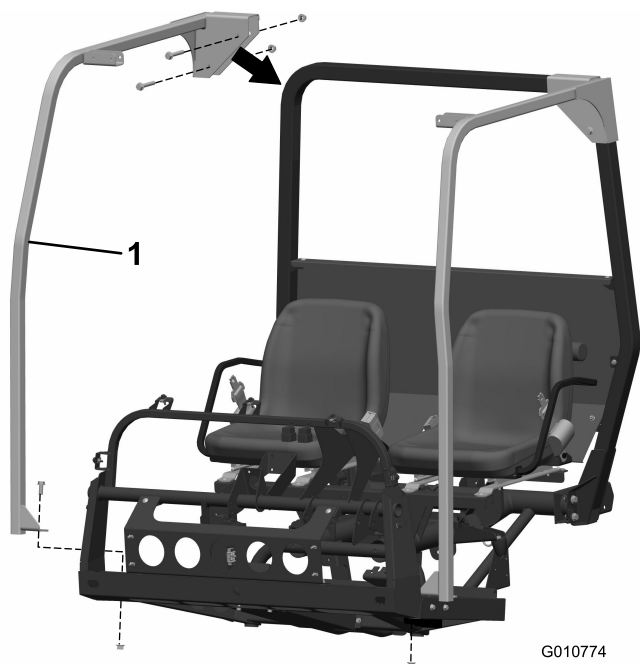

Figura 1
2. Retire los dos pernos y tuercas con arandela prensada que sujetan el poste derecho del ROPS a la barra antivuelco (Figura 1).